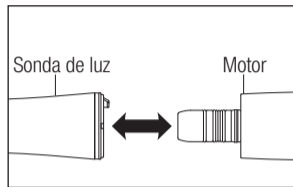

Fig. 1
- 1) Inserte la sonda de luz directamente en el motor (Fig. 1). Enrosque la sonda de luz hasta que encaje en su posición con un chasquido.